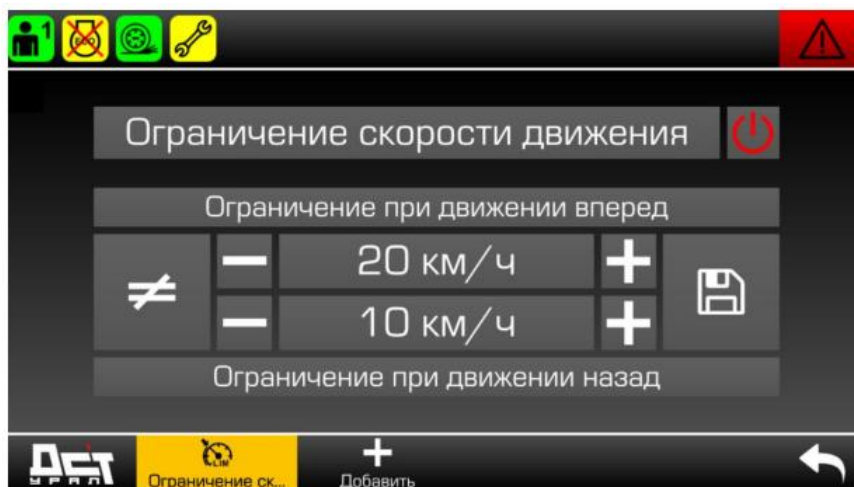

Рисунок 3.75. Ограничение скорости движения
- ▷ Вызов окна «Ограничение скорости», см. рис. 3.75.